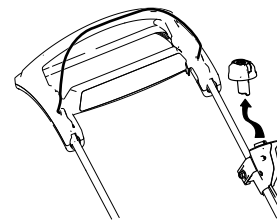

Figura 21
- Remova o botão de arranque elétrico (Figura 21).